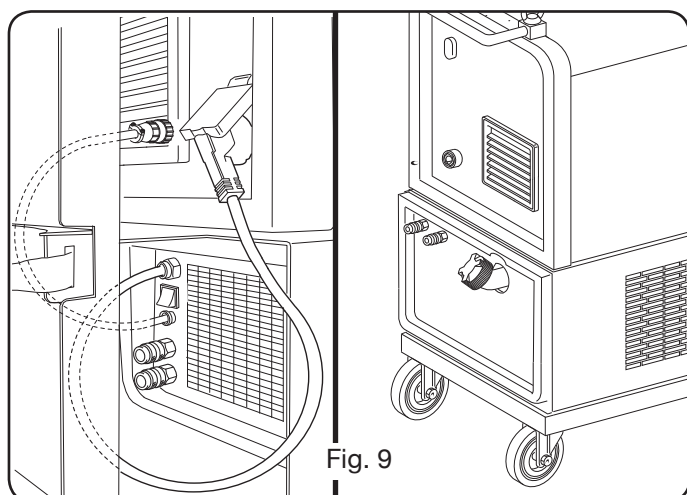

Fig. 9
3.5 MONTAGEM DO GRUPO DE ARREFECIMENTO (ART. 1683 - POR ENCOMENDA POR ART. 306, 308, 315 E 316) (Fig. 9)